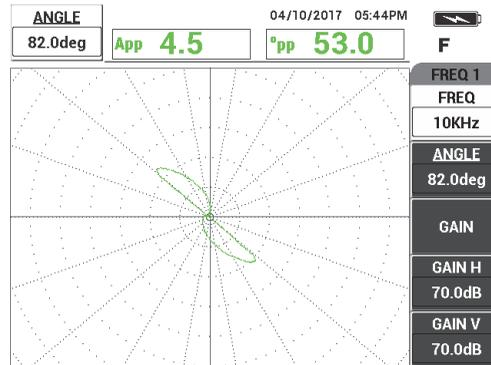

Figure 5-161 Réglage du signal
- Appuyez sur la touche ANGLE () , et puis réglez le signal de la fréquence 1 (vert) jusqu'à ce que le signal du trou atteigne une phase d'environ 40° (voir la Figure 5-161 à la page 258).